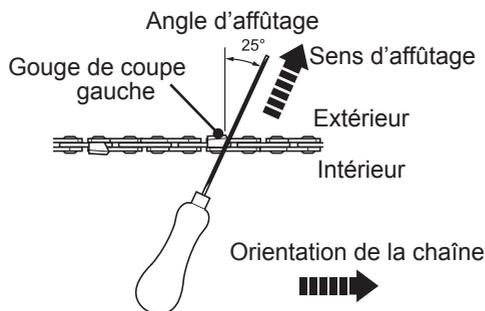

Fig. 40
5. Limez à angle droit par rapport à la barre et à 25° par rapport au sens de la marche (Fig. 40).